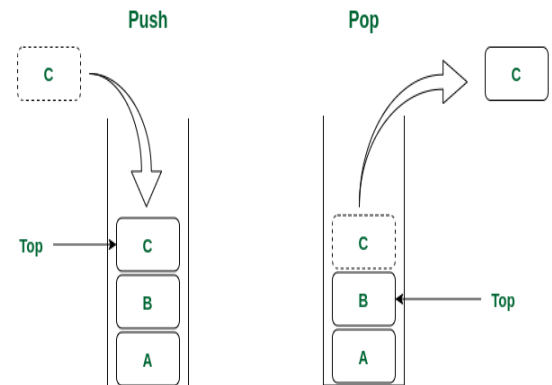

Abbildung 2: Funktionsprinzip des Stacks [20]
**Push-Operation:** Hier wird ein neues Element auf den Stack gelegt und anschließend wird der Stackpointer um eins inkrementiert (Wenn der Stack beispielsweise von unten nach oben aufgebaut ist, wie in der Abbildung 2 dargestellt).